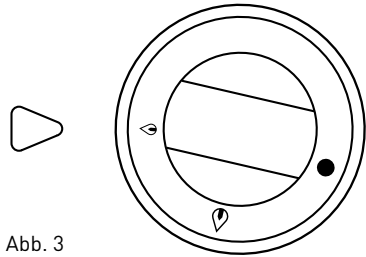

Abb. 3
- Vor dem Einlegen des Spießes muss man den oberen Blockademechanismus (8) längs des Formprofils zum Verschieben des Motors (7) bis zur Mittelstellung verschieben.
- Um das Fleisch Döner Kebab zu drehen, muss man auf dem Schalter, der den Motor (5) steuert, und sich am Gehäuse des Motors (4) befindet, die Stellung „I“ oder „II“ wählen, entsprechend der gewünschten Drehrichtung.
- Wenn eine geringe Wärmemenge von den Heizelementen ausreicht, ist der Drehknopf EIN/AUS des Heizmechanismus in die Stellung „kleine Flamme“ zu drehen (Abb. 3).